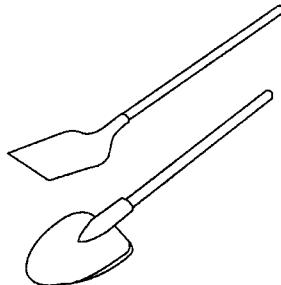

图 1-9 铁锨
(1) 铁锨 用于人工搅拌装卸砂浆和灰膏，如图 1-9 所示。